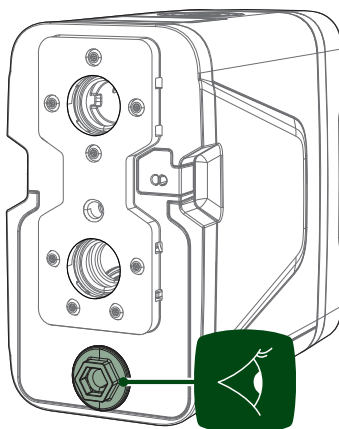

Fig. 14 Capac de scurgere
7. Efectuați golirea completă a pompei desfiletând și scoțând cu atenție capacul de scurgere (vedeți Fig. 14 Capac de scurgere). Dacă în timpul operațiunii este scos sau slăbit suficient și capacul de umplere (VNR) vezi Fig. 10 **Operațiune de umplere – Poziția corectă a capacului VNR**, se facilitează scurgerea pompei și drenarea întregului tur;